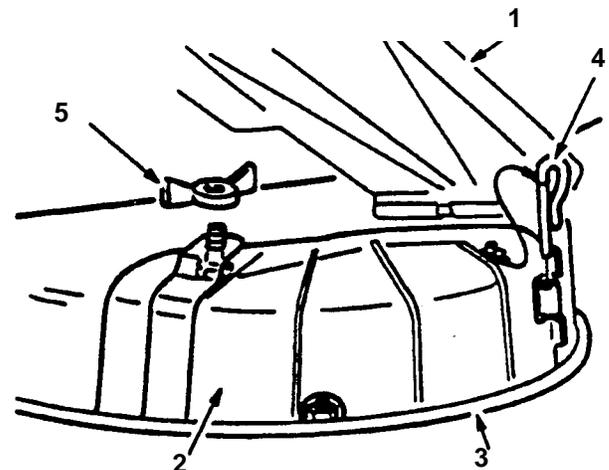

Bild 11
1. Das Prallblech anheben und die Auswurfabdeckung über die Öffnung legen, dann auf die unter Mähwerkklappe aufziehen und in das vordere Scharnier einschieben (Bild 11).
2. Den Scharnierstift durch das Scharnier schieben (Bild 11).
3. Die Auswurfabdeckung mit der Flügelmutter am Mähwerk absichern (Bild 11).